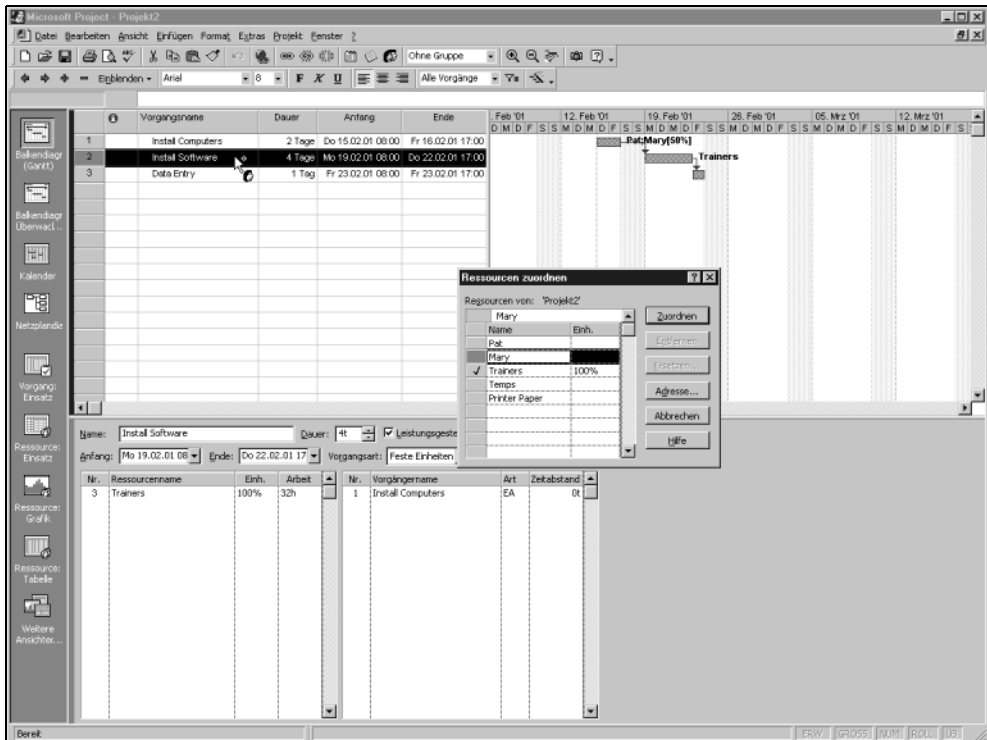

Abbildung 13.7:
6. Ziehen Sie jetzt den Mauscursor auf den Vorgang, dem die Ressource zugeordnet werden soll. Project markiert die gesamte Vorgangsreihe (siehe Abbildung 13.7).